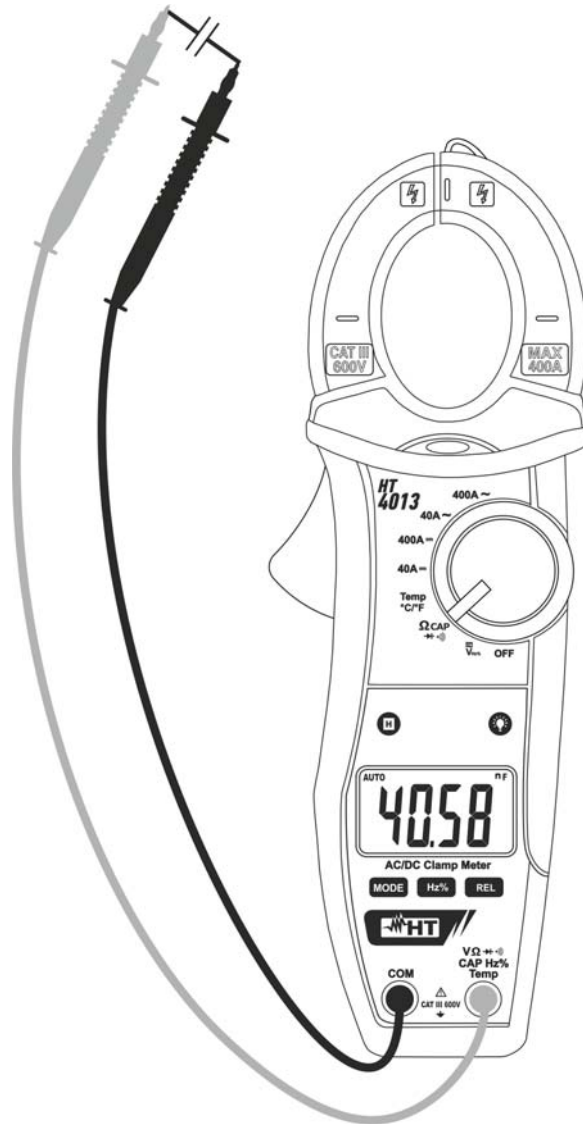

Fig. 8: Uso della pinza per misura di Capacità
4. Posizionare i puntali nei punti desiderati del circuito in esame (vedere Fig. 8). Il valore della capacità verrà visualizzato sul display